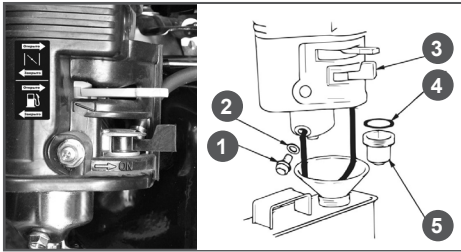

Рис. 16 Обслуживание фильтра-отстойника карбюратора
1. Установите топливный рычаг в положение «ЗАКРЫТО» Рис. 16.